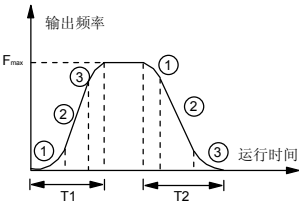

图 6-7 S曲线加减速
定义开门加速过程S曲线起始段的时间与整个加速时间的百分比，如图6-7中T1时段的①。
TD3200门机变频器所有的加减速均按照S曲线进行加减速。S曲线加减速的描述如下：变频器在加减速过程中，输出频率与加减速时间为S曲线关系，按照S形曲线递增或递减，如图 6-7的曲线所示。
定义开门加速过程S曲线上升段的时间与整个加速时间的百分比，如图6-7中T1时段的②。
定义开门减速过程S曲线起始段的时间与整个减速时间的百分比，如图6-7中T2时段的①。
定义开门减速过程S曲线下降段的时间与整个减速时间的百分比，如图6-7中T2时段的②。
定义关门加速过程S曲线起始段的时间与整个加速时间的百分比，如图6-7中T1时段的①。
定义关门加速过程S曲线上升段的时间与整个加速时间的百分比，如图6-7中T1时段的②。
定义关门减速过程S曲线起始段的时间与整个减速时间的百分比，如图6-7中T2时段的①。
定义关门减速过程S曲线下降段的时间与整个减速时间的百分比，如图6-7中T2时段的②。